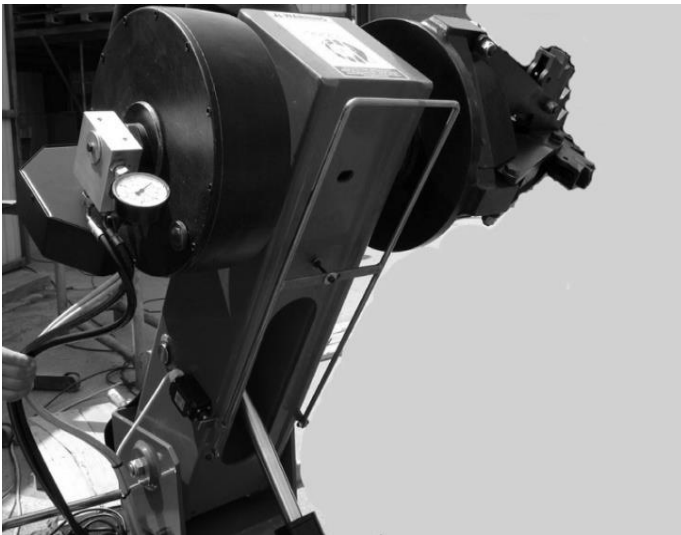

Рис.24 Предохранительный микровыключатель
- 3) Предохранительный микровыключатель (Рис.24)